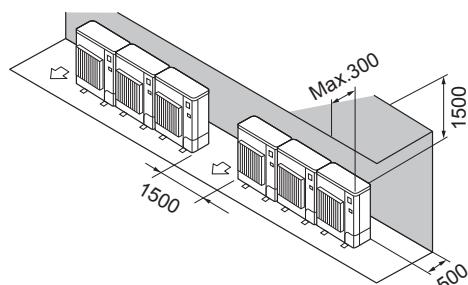

Fig. 2-14
② Alleen obstakels aan de achter- en bovenzijde (Fig. 2-14)